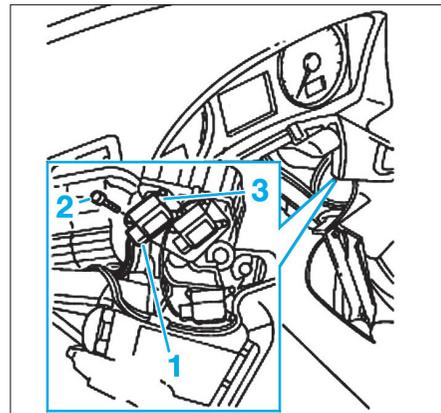

Fig. 32
- Débrancher le connecteur électrique (1) (Fig.32).
- Déposer les vis de fixation du moteur (2).
- Déposer le servomoteur de désembuage (3).